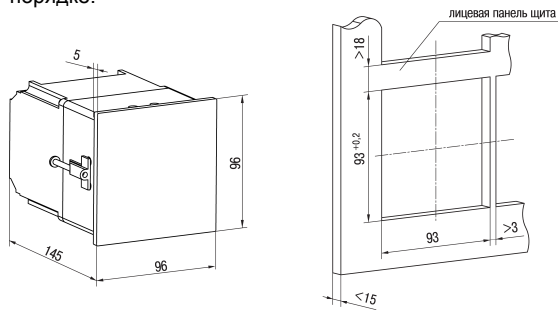

Рисунок 2 – Габаритные размеры корпуса Щ4
1. Подготовить на щите управления место для установки прибора (см. рисунок 2).